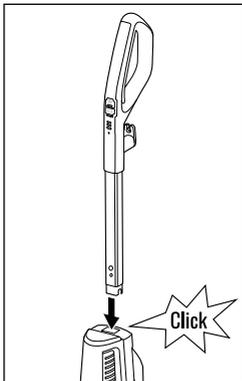

Fig. 1
- ◆ Împingeți unitatea manuală ❶ în orificiul din partea de sus a aparatului până când unitatea manuală ❶ se cuplează cu un clic în orificiu (a se vedea fig. 1).